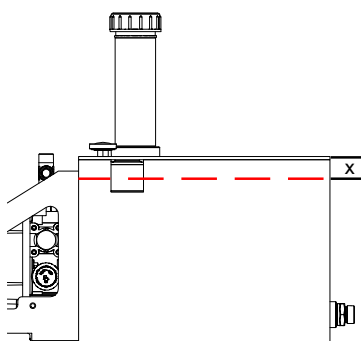

Abb. 146
6. Tankinhalt überprüfen. Das Ölniveau muss ca. 2,5cm (Abb.146/x) unter der Tankhöhe liegen. Gegebenenfalls Hydrauliköl nachfüllen und den Hydrauliköltank wieder mit dem Deckel verschließen.